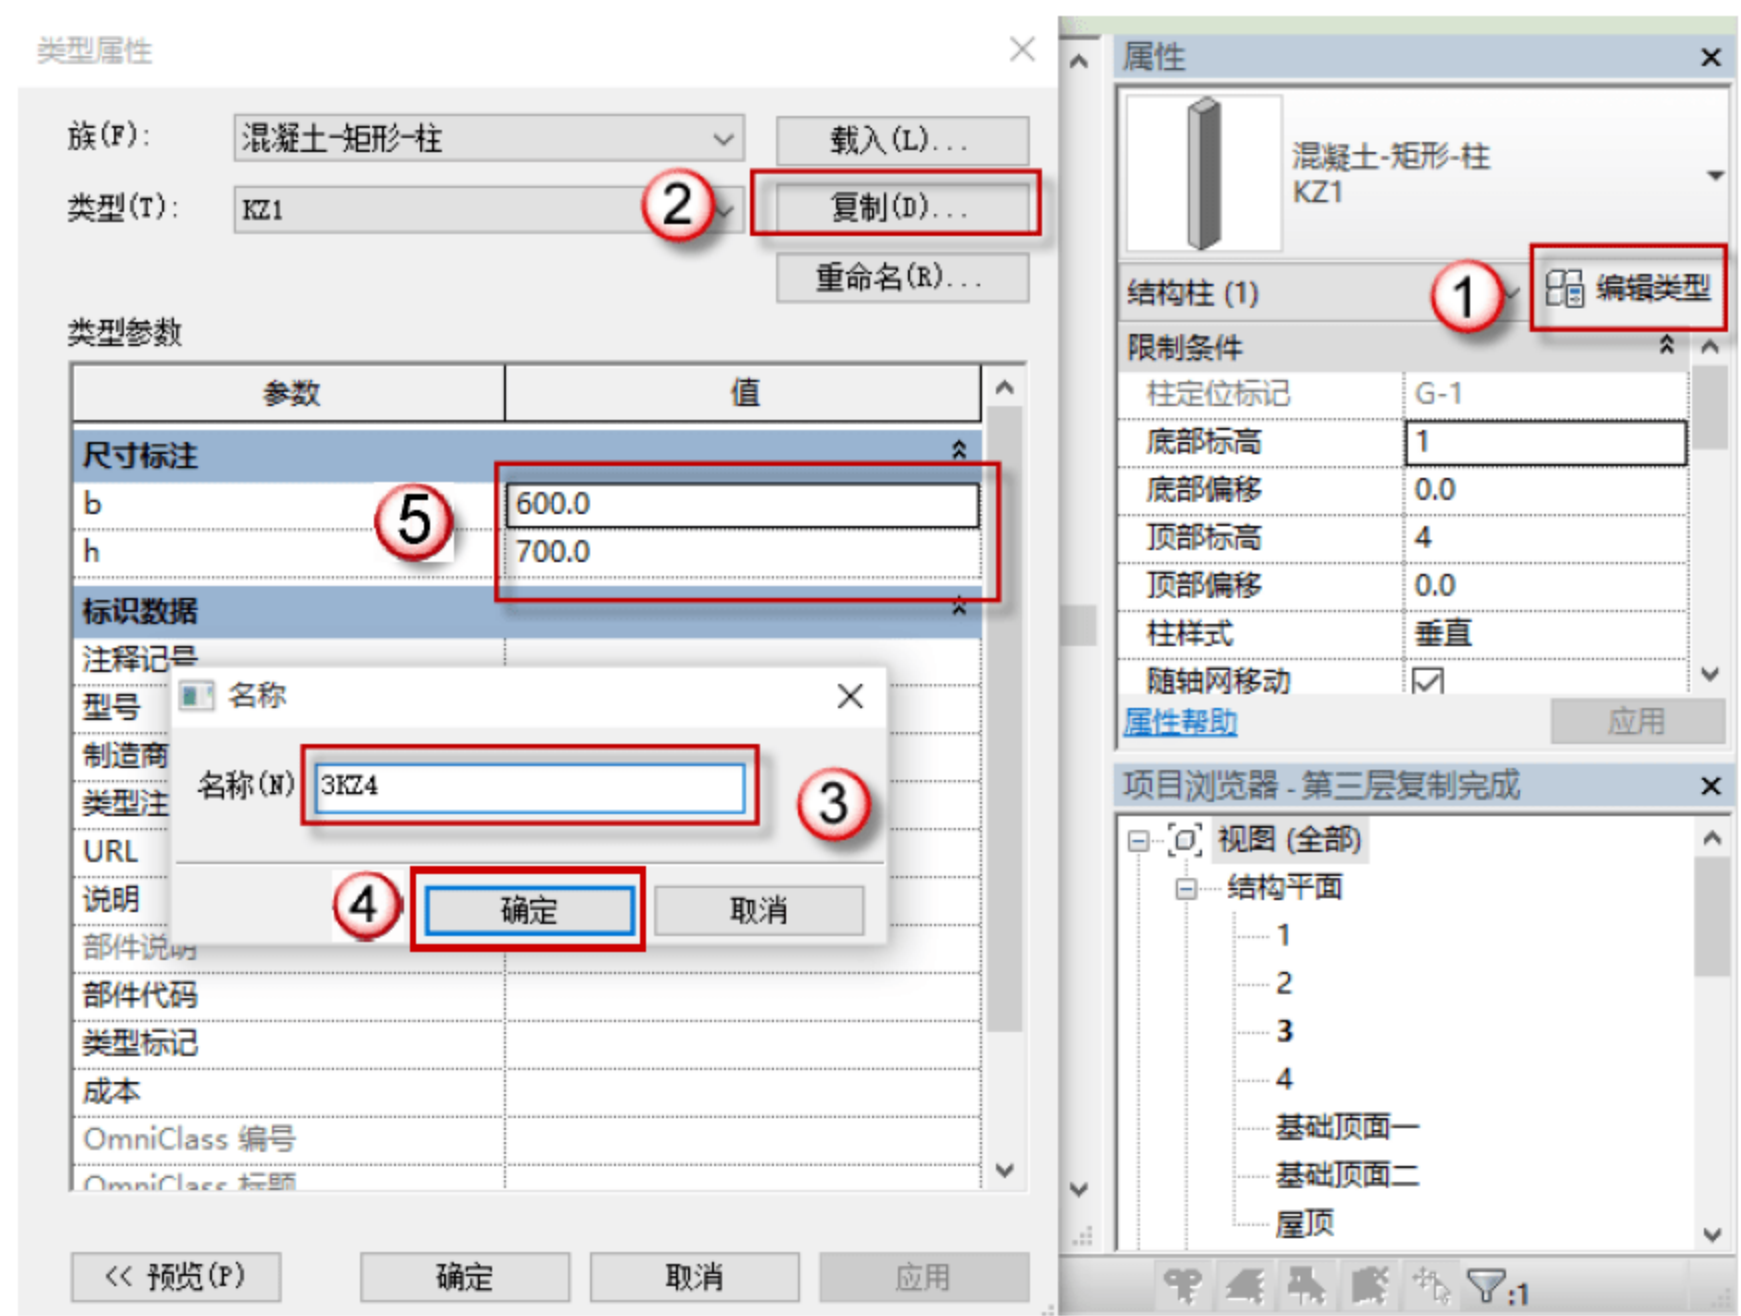

图 4.4.5 修改 KZ4
(5) 修改 KZ4 的参数以及名称，单击 KZ4 对象，单击“编辑类型”按钮，在弹出的对话框中，单击“复制”按钮，在弹出的对话框中命名新的族名称“3KZ4”，单击“确定”按钮，在“尺寸标注”栏中修改截面参数，如图 4.4.5 所示。